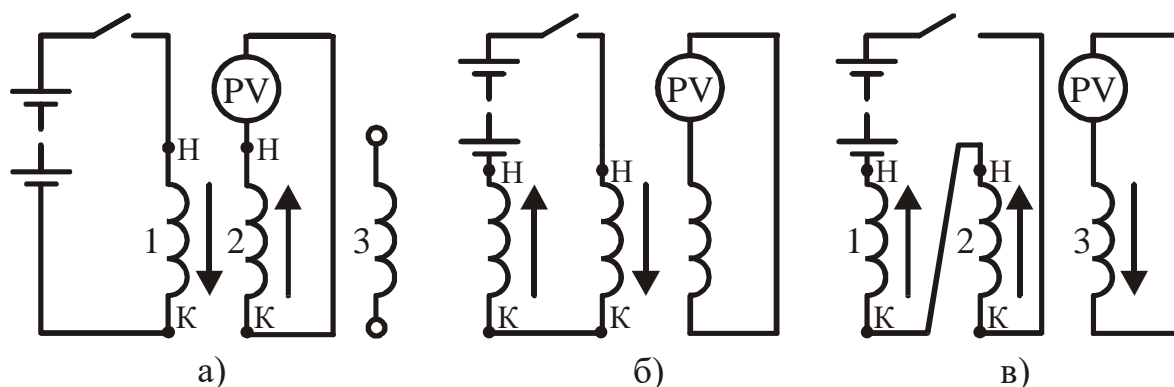

Рисунок 9.2 – Схемы проверки маркировки выводов статора с помощью источника постоянного тока (Н и К – соответственно начала и концы обмоток 1, 2, 3)
1. Маркировку выводов проверяют с помощью аккумулятора (или сухого элемента) и вольтметра. Батарею включают импульсом на одну из фаз (рисунок 9.2а), к другим фазам поочередно присоединяют вольтметр. Пересоединяя выводы, подбирают такое включение вольтметра, при котором в момент подачи напряжения от батареи стрелка прибора отклоняется вправо. В этом положении к "+" батареи и "-" вольтметра подключены начала фазных обмоток. Для контроля батарею следует перенести на другую фазу и повторить опыт.
2. Две фазы соединяют последовательно (попарно) между собой и импульсами включают на батарею. К третьей фазе присоединяют вольтметр. Если первые две фазы соединены одноименными зажимами (рисунок 9.2а), вольтметр не реагирует на включение батареи импульсом. При соединении фаз разноименными зажимами (рисунок 9.2б) в момент включения и отключения батареи стрелка вольтметра отклоняется.